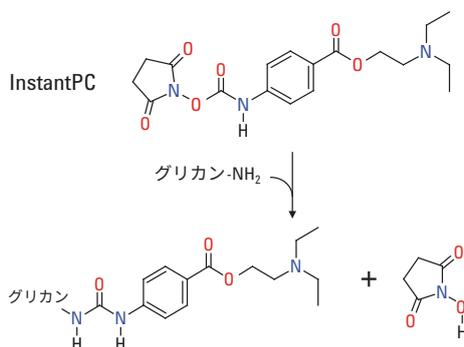

図 1. mAb から遊離され InstantPC で標識化された N-グリカンの構造式
グリコシル化は、多くの生物化学的プロセスで重要な役割を果たします。また、治療の効果、安定性、薬物動態、免疫原性にも影響を及ぼします¹。グリカンの特性解析には通常、NMR、HPLC、質量分析 (MS) などの手法が用いられます。グリカンは組成/構造が極めて多様で、エレクトロスプレーによってイオン化されにくいいため、グリカンを特性解析する MS による手法は困難な課題となっています。InstantPC は、ProZyme Inc. 社の新しい蛍光色素標識タグ (図 1) であり、イオン化効率と N-グリカン分子の感度の向上を目的に開発されました。